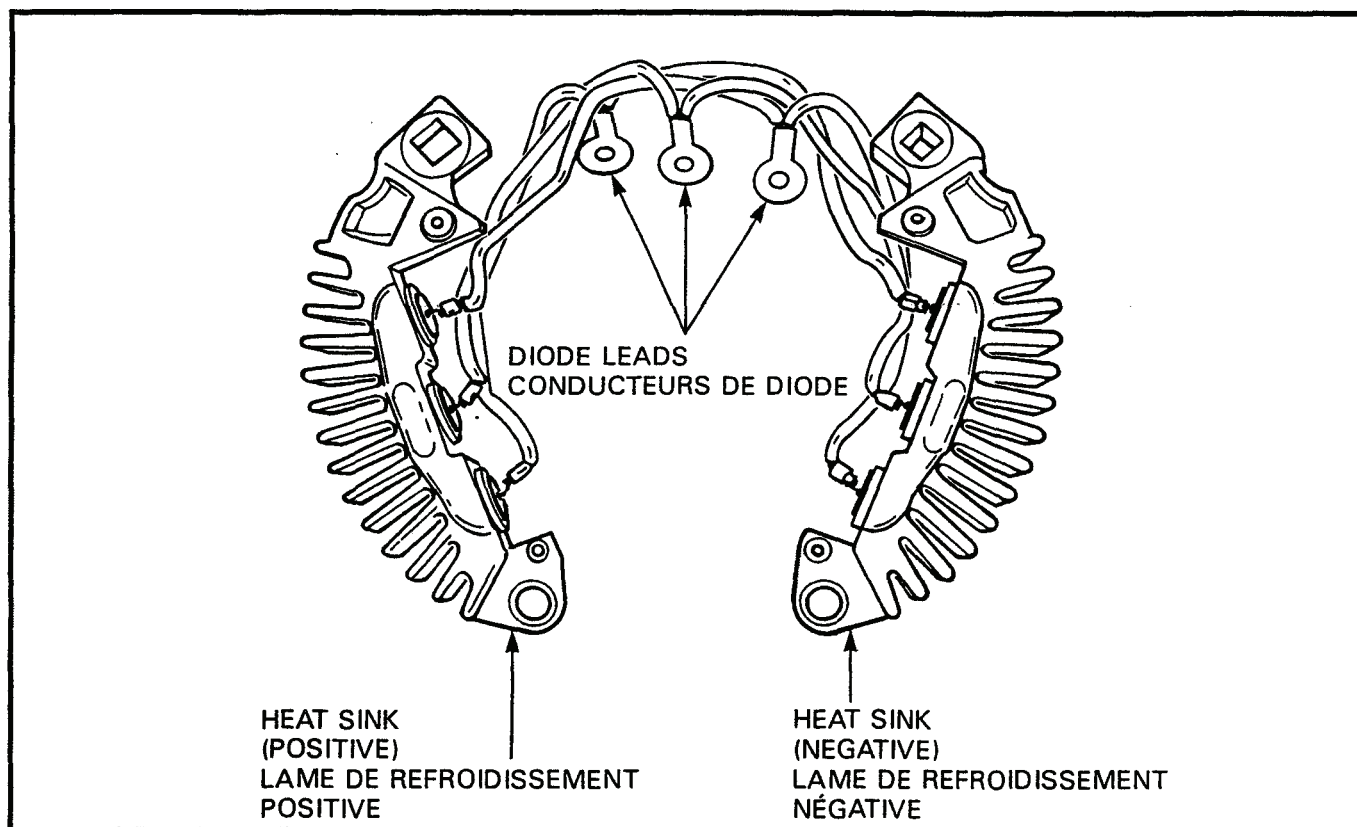

Figure 2-5-7 Rectifier Test Points
- (1) Connect one lead of the test device to a diode lead and the other lead to the heat sink of that diode, see Figure 2-5-7. Note the reading.
- (2) Reverse the test leads on that same diode and heat sink and note the reading. The ohmmeter or test light must indicate current flow in one test and no current flow in the other test. Replace the rectifier if necessary.
- (1) Brancher un fil de l'appareil d'essai à un conducteur de la diode, et l'autre fil à la lame de refroidissement de cette diode, voir figure 2-5-7. Noter la lecture.
- (2) Inverser les fils d'essai sur cette même diode et sur la lame de refroidissement, et noter la lecture. L'ohmmètre ou la lampe d'essai doit indiquer que le courant circule lors d'un essai et qu'il ne circule pas lors de l'autre essai. Remplacer le redresseur si requis.